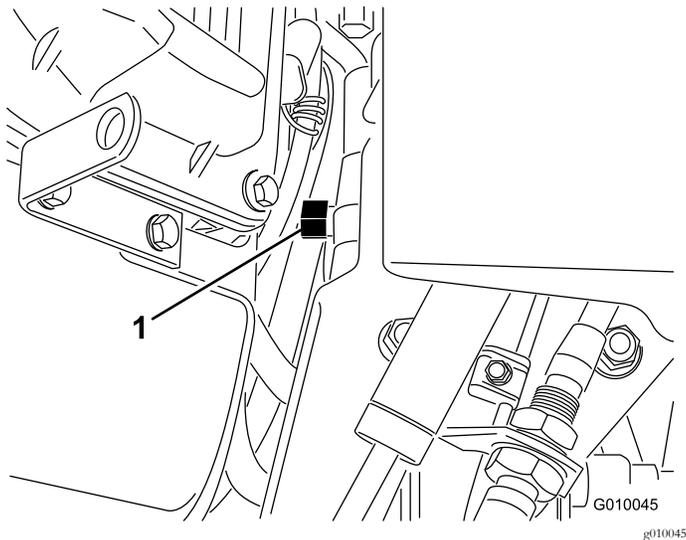

Figura 30
2. Individuate la valvola di bypass tra il motore e la pompa idrostatica (Figura 30).
3. Con una chiave da 5/8" fate compiere 1 giro in senso antiorario alla valvola di bypass. Ciò consente al fluido idraulico di bypassare la pompa, consentendo alle ruote di girare (Figura 30).
5. Per utilizzare nuovamente l'arieggiatore fate compiere 1 giro in senso orario alla valvola di bypass (Figura 30).